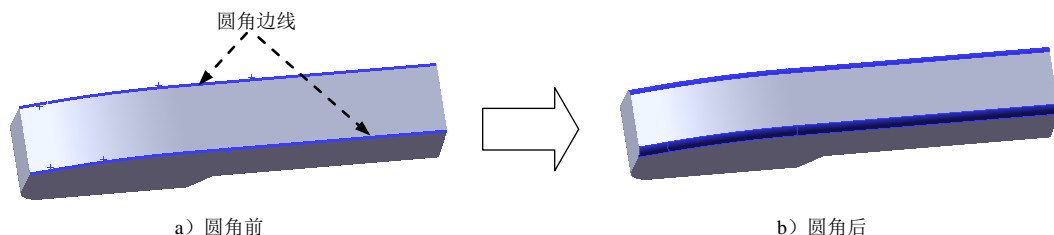

图 12.4.4 圆角 1
Step3. 创建图 12.4.4 所示的圆角 1。选择下拉菜单 **插入(I)** → **特征(F)** → **圆角(U)...** 命令；选取图 12.4.4a 所示的边线为要圆角的对象，在 **圆角项目(I)** 区域的 文本框中输入圆角半径值 2.0，选取 ☒ **切线延伸(S)** 复选框。